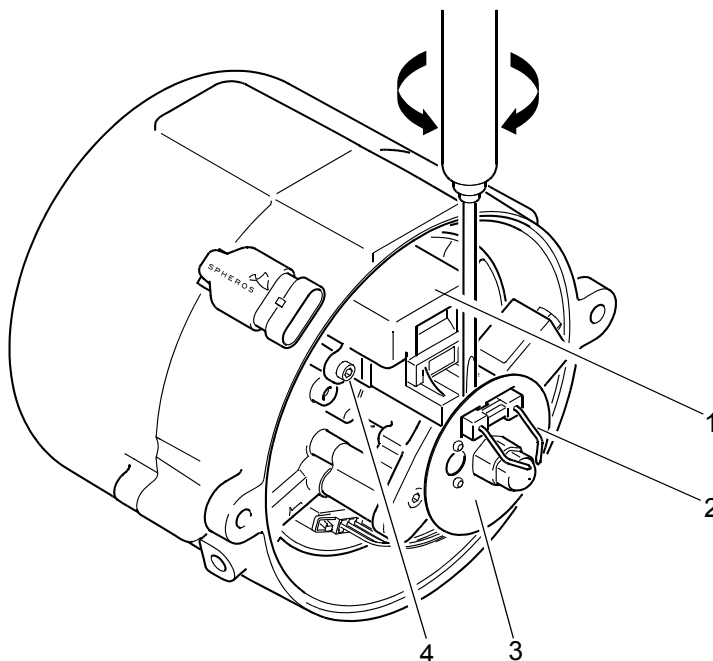
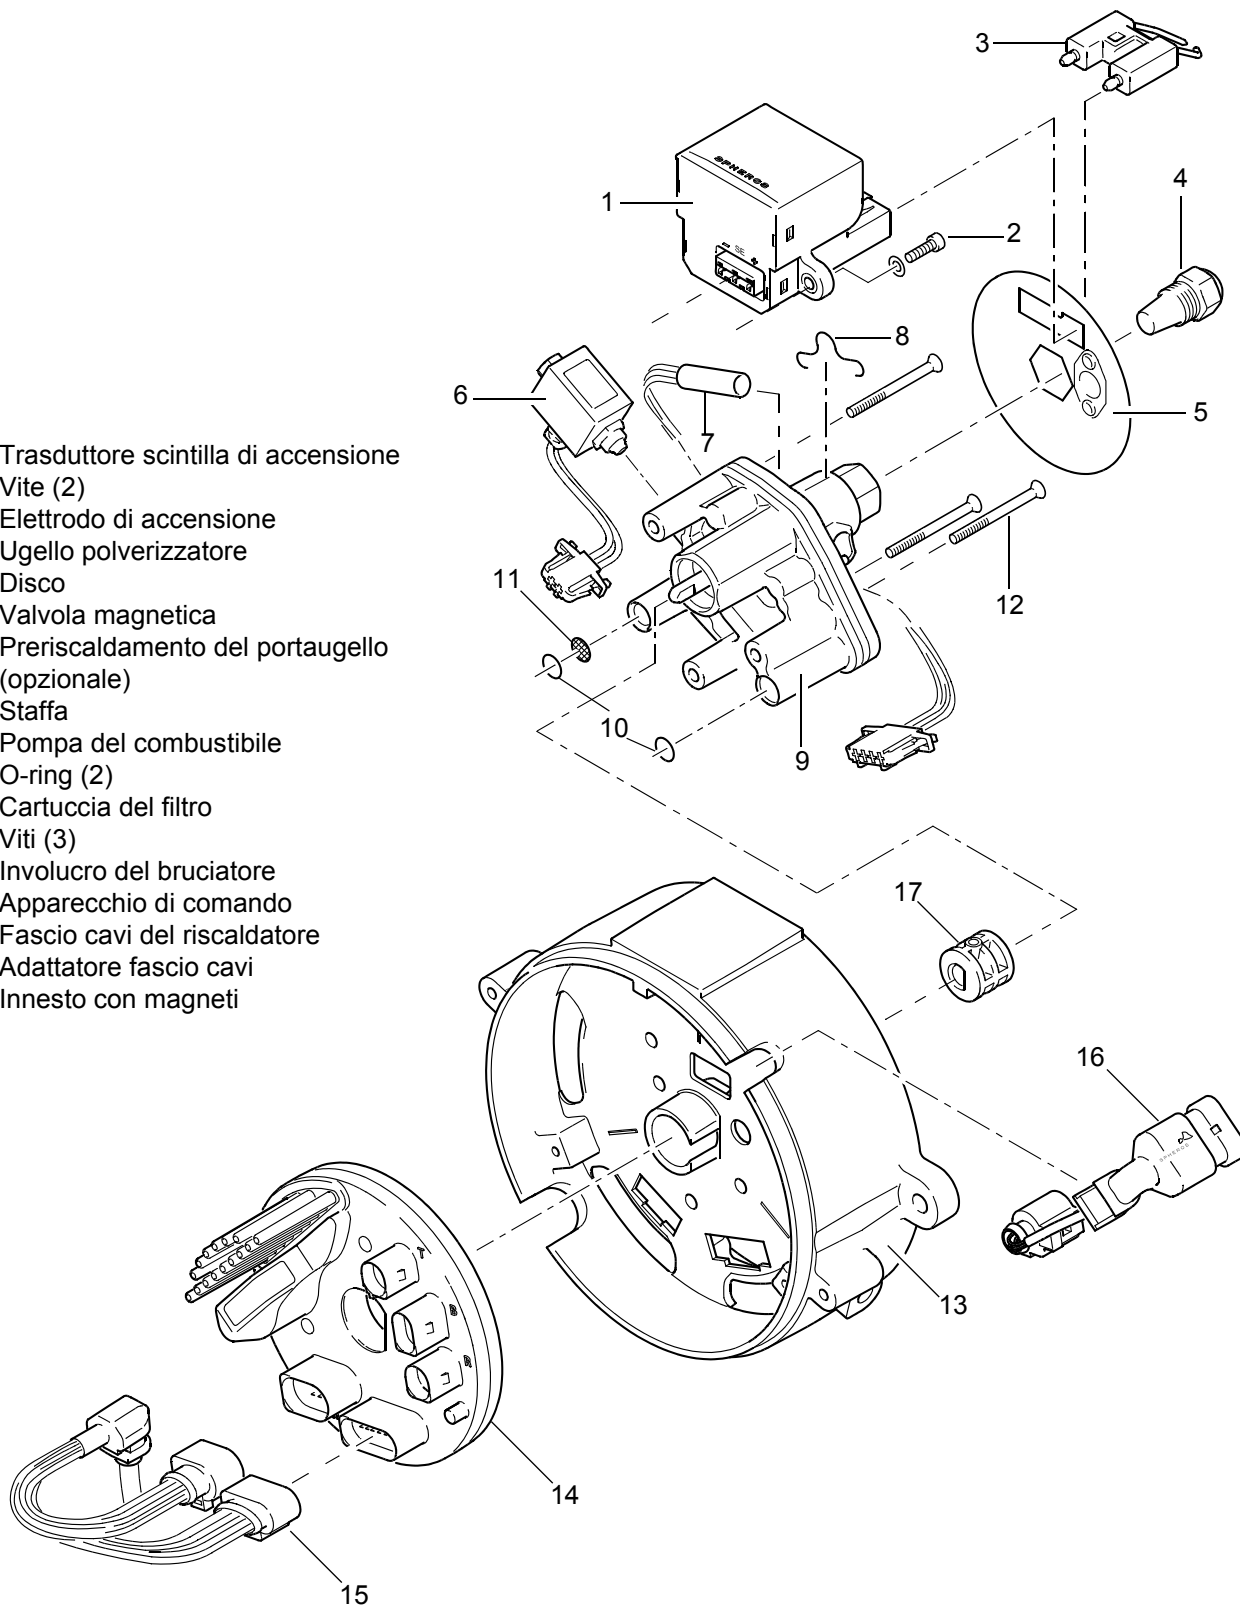
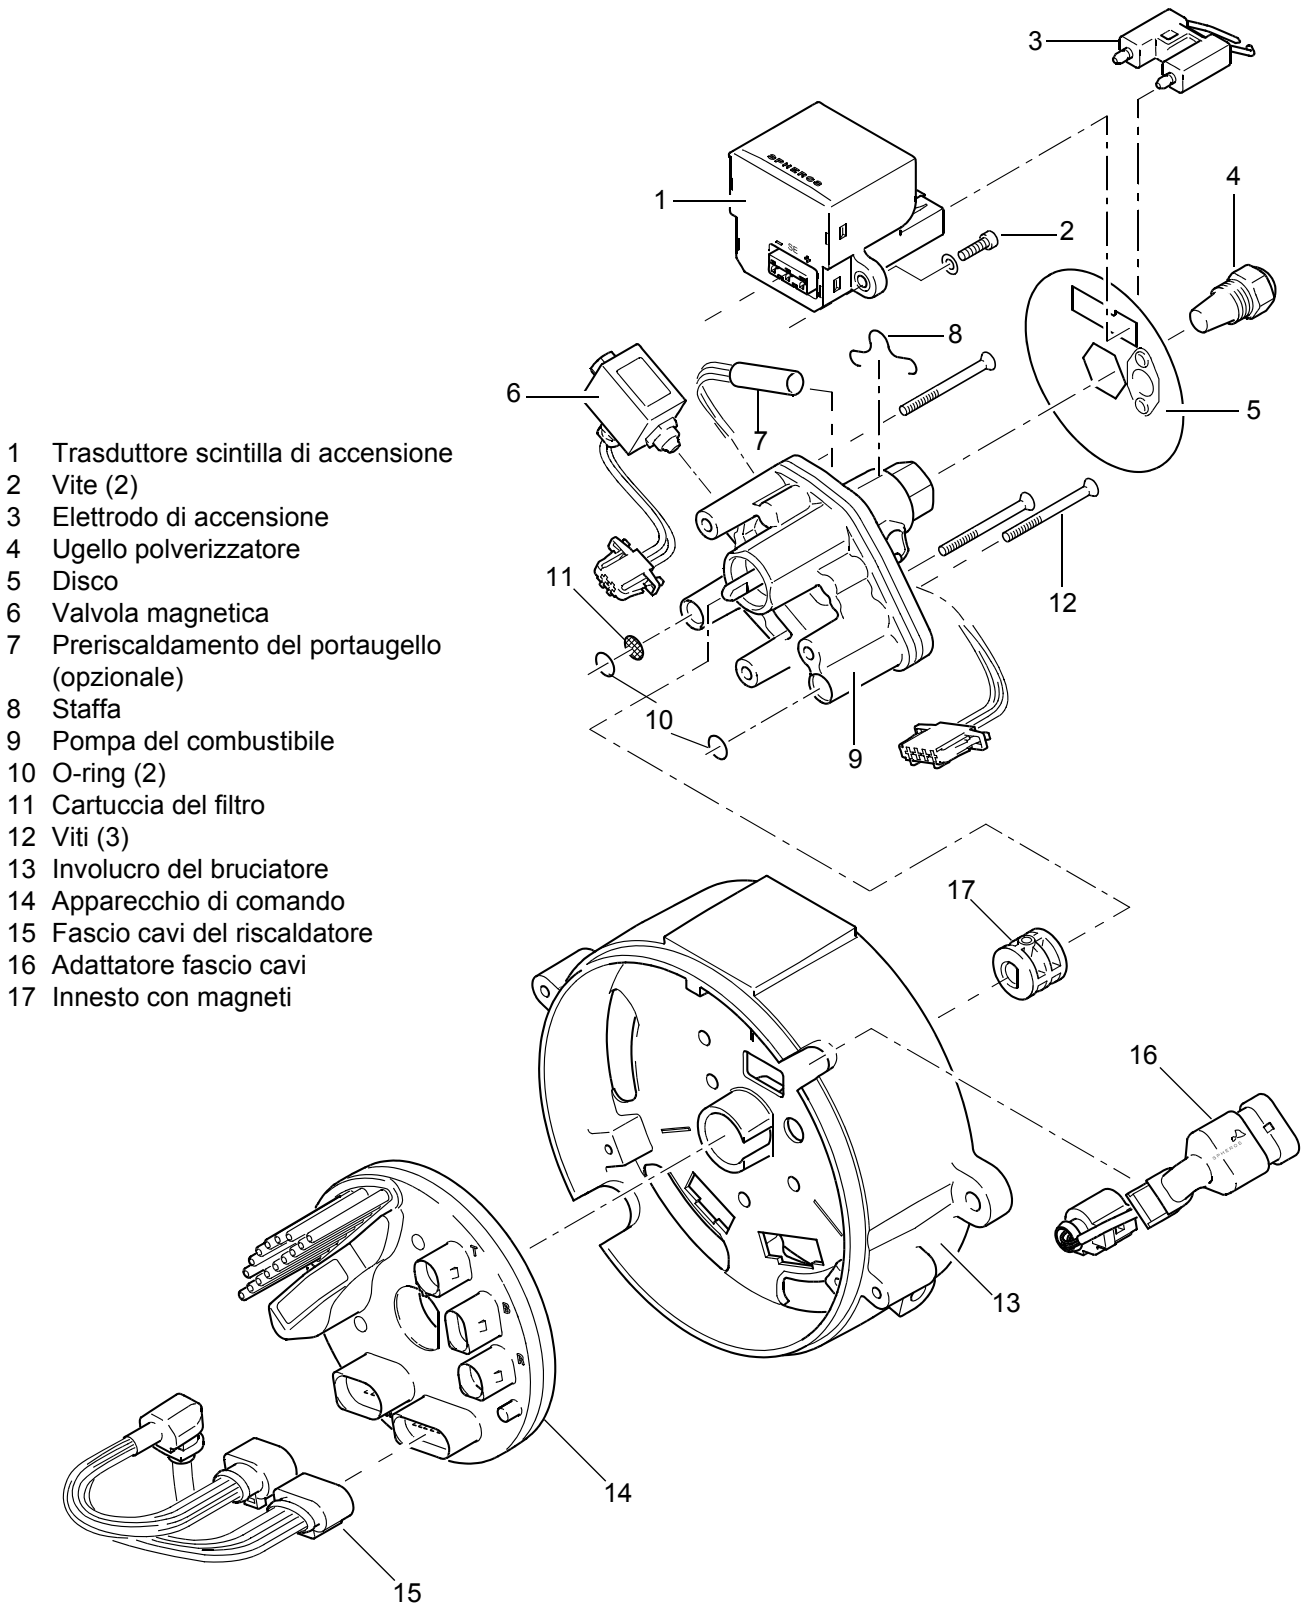
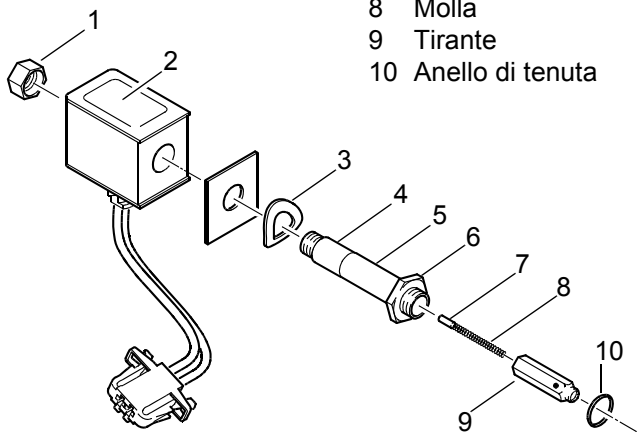

fig. 804 Smontaggio del trasduttore scintilla di accensione / dell'elettrodo di accensione
fig. 805 Smontaggio e montaggio dei componenti
fig. 806 Smontaggio e montaggio dei componenti
fig. 807 Valvola magnetica
2. Sollevare e rimuovere l'elettrodo di accensione (2, fig. 804) con un cacciavite, ruotando lateralmente il trasduttore scintilla di accensione.
3. Rimuovere il disco (3).
4. Rimuovere le viti (4) con le rondelle di sicurezza.
5. Estrarre e rimuovere il trasduttore scintilla di accensione (1).
1. Portare il trasduttore scintilla di accensione (1, fig. 804) in posizione di montaggio, inserirlo correttamente e fissarlo con viti (4).
2. Serrare le viti (4) con 5 Nm +1 Nm.
3. Inserire il disco (5) sul portaugello della pompa del combustibile (9, fig. 805) e allinearlo verso il rilevatore di fiamma nell'apparecchio di comando (14, fig. 805) e il trasduttore scintilla di accensione.
4. Inserire l'elettrodo di accensione (2, fig. 804).
- 4 Viti (2)
2. Staccare il connettore della valvola magnetica (6, fig. 806) ed eventualmente il preriscaldamento del portaugello opzionale (7) sull'apparecchio di comando (14).
6. Staccare l'adattatore fascio cavi (16) e il fascio cavi dei riscaldatori (15) dall'apparecchio di comando (14).
7. Estrarre con cautela l'apparecchio di comando (14) dall'involucro del bruciatore (13) e rimuoverlo.
1. Allineare l'apparecchio di comando (14, fig. 806) verso l'involucro del bruciatore (13).
2. Spingere con cautela l'apparecchio di comando (14) fino alla battuta nell'involucro del bruciatore (13).
3. Collegare l'adattatore fascio cavi (16) e il fascio cavi dei riscaldatori (15) all'apparecchio di comando (14).
6. Montare il trasduttore scintilla di accensione (1) (vedere 8.6).
7. Collegare il connettore della valvola magnetica (6) ed eventualmente il preriscaldamento del portaugello opzionale (7) sull'apparecchio di comando (14).
2. Sollevare e rimuovere l'elettrodo di accensione (3, fig. 806) con un cacciavite, ruotando lateralmente il trasduttore scintilla di accensione. (vedere fig. 804)
3. Rimuovere il disco (5).
4. Staccare il connettore della valvola magnetica (6, fig. 806) ed il preriscaldamento del portaugello opzionale (7) sull'apparecchio di comando (14).
5. Rimuovere ed eliminare le viti (12).
6. Estrarre e rimuovere la pompa del combustibile (9) con la valvola magnetica (6).
7. Rimuovere ed eliminare gli O-ring (10) e la cartuccia del filtro (11).
8. Eventualmente smontare il preriscaldamento del portaugello (7). Allo scopo rimuovere la staffa (8) con un attrezzo adatto dal portaugello.
9. Eventualmente Smontare la valvola magnetica (6) dalla pompa del combustibile (9). (vedere 8.9)
1. Eventualmente Montare la valvola magnetica (6, fig. 806) alla pompa del combustibile (9). (vedere 8.9)
2. Eventualmente rimontare il preriscaldamento del portaugello (7) e la staffa (8) con un attrezzo adatto al portaugello.
3. Applicare nuovi O-ring (10) e una nuova cartuccia del filtro (11) a pompa del combustibile (9).
2. Sollevare e rimuovere l'elettrodo di accensione (1, fig. 804) con un cacciavite, ruotando lateralmente il trasduttore scintilla di accensione. (vedere fig. 804)
3. Rimuovere il disco (5, fig. 806).